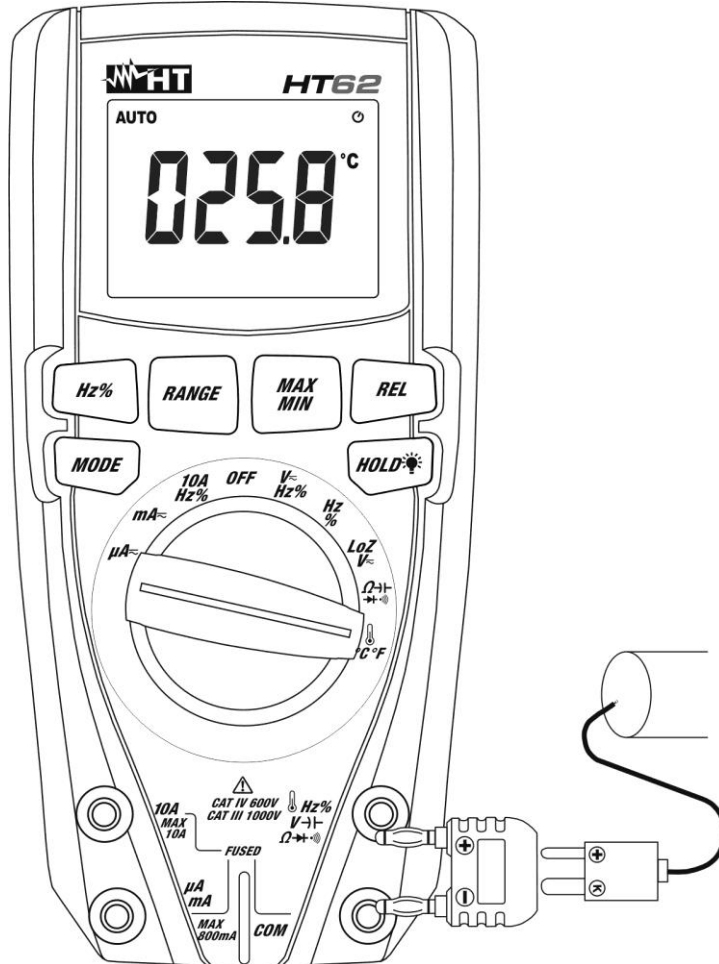

Fig. 9: Uso del instrumento para medida de Temperatura
3. Inserte el adaptador en dotación en los terminales de entrada $\text{Hz}\% \text{V} \rightarrow \text{I} \rightarrow \Omega \rightarrow \text{I} \rightarrow \text{I}$ (polaridad +) y **COM** (polaridad -) (vea Fig. 9)